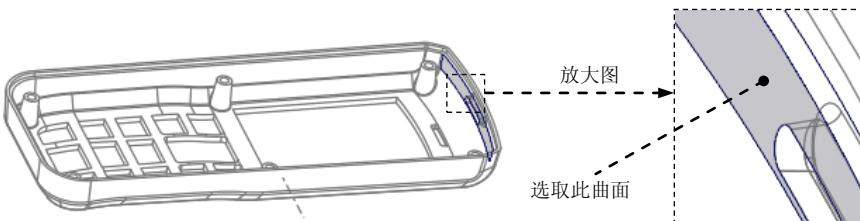

图 31.20 选取曲面（二）
Step6. 复制曲面2。选取图31.20所示的曲面为复制对象；单击**模具**功能选项卡**操作**▼区域中的**复制**按钮；单击**模具**功能选项卡**操作**▼区域中的**粘贴**按钮，此时系统弹出**曲面：复制**操控板；在操控板中单击**选项**按钮，在系统弹出的“选项”界面中选中 **排除曲面并填充孔**单选项，在**填充孔/曲面**文本框中单击“选择项”字符，然后按住**Ctrl**键，选择图31.20所示的通孔的边线；单击操控板中的“完成”按钮✓。